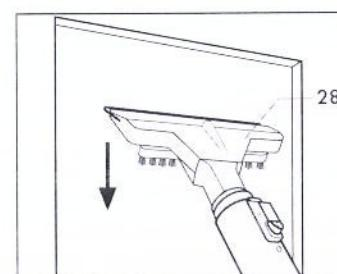

РИС. 12
- ПРИЖМИТЕ РЕЗИНОВЫЙ СКРЕБОК К ПОВЕРХНОСТИ И СОБЕРИТЕ ВОДУ, ВЫПОЛНИЯ ПРЯМОЛИНЕЙНЫЕ ВЕРТИКАЛЬНЫЕ ПЕРЕМЕЩЕНИЯ ВНИЗ, РИС. 12.